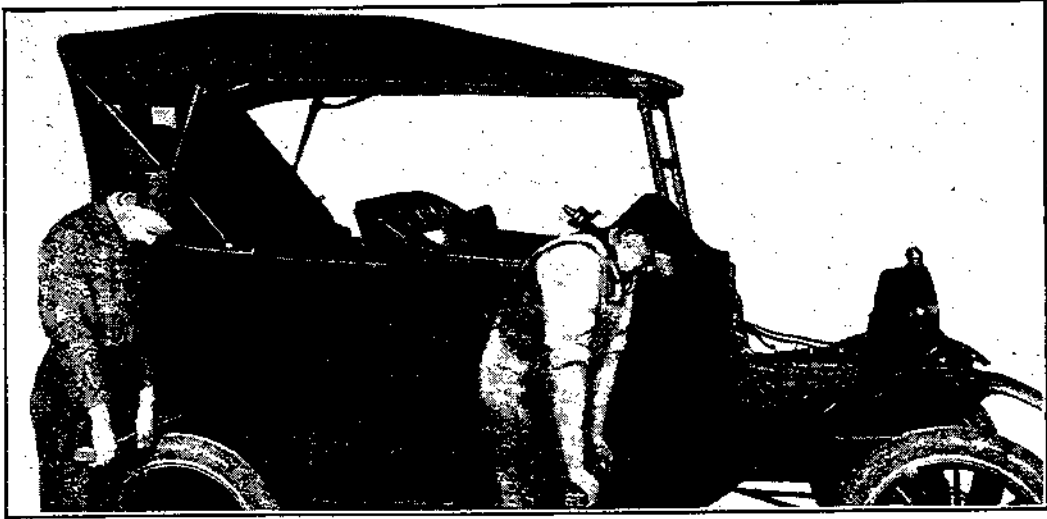

Fig. 16
- h) Enlever la carrosserie. Si l'installation ne permet pas de se servir d'un palan, la carrosserie peut s'enlever en soulevant les extrémités et en enfonçant un levier en bois à chaque extrémité. Quatre hommes, deux de chaque côté, peuvent ainsi enlever la carrosserie du châssis. (Voir fig. 16.)